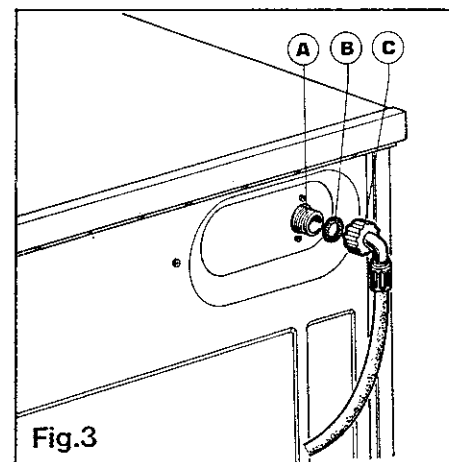

Fig. 3
Il tubo di alimentazione C (Fig. 3), fornito con la macchina, consente l'allacciamento ad un rubinetto munito di bocca filettata 3/4" gas. Nell'operazione di installazione è necessario osservare le seguenti istruzioni:
- prima di avvitare l'estremità del tubo al rubinetto dell'acqua fredda inserire l'apposito filtro B (Fig. 3 e 4) fornito in dotazione alla macchina;
Le tube d'alimentation «C» (Fig. 3) d'eau de la machine doit être raccordé à une canalisation d'eau froide munie à son extrémité d'un robinet à nez fileté à 3/4" pas du gaz (20/27).
3. Mettre entre l'embout du tuyau d'alimentation de la machine et le robinet de la canalisation, le joint-filtre (Fig. 3 et 4), fourni dans le sachet d'accessoires, et visser soigneusement l'embout sur le robinet.
The intake pipe C (Fig. 3) supplied with the machine, enables connection to a tap with a threaded 3/4" gas branch. When fitting it is necessary to follow these instructions:
- before screwing the end of the pipe to the cold water tap insert special filter B (Fig. 3 and 4) supplied with the machine;
Der mitgelieferte Wasserzulaufschlauch passt auf einen Wasserhahn mit Schraubgewinde 3/4" (Abbildung 3). Beim Anschluss muss beachtet werden:
- Bei Anschluss am Wasserhahn (Abbildung 3 u. 4) muss der mitgelieferte Filter (B) eingelegt werden.